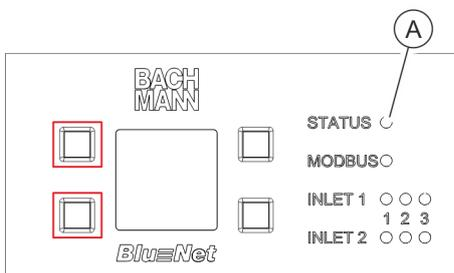

Fig. 85: Pantalla con botones de mando
**5.** Mientras se reinicia, pulse los botones situados a la izquierda junto a la pantalla (Fig. 85/marcados en rojo).
**6.** Espere hasta que el LED de estado se ilumine en blanco (Fig. 85/A).
**7.** Suelte los dos botones situados a la izquierda junto a la pantalla (Fig. 85/marcados en rojo).